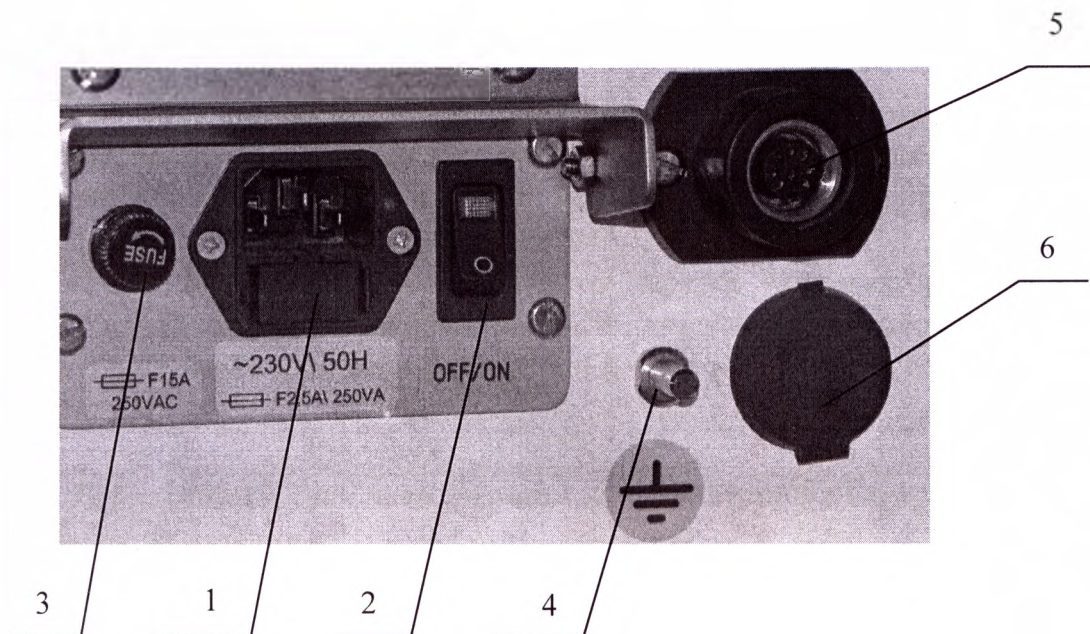

Рисунок 2. Панель питания.
- 9.4 Перед использованием стола по назначению подсоедините стол к контуру наружного заземления с помощью заземляющего зажима 4 (Рисунок 2), расположенного на станине основания стола.
- 9.8 На панели питания включите выключатель 2 (Рисунок 2). Стол готов к работе.
9.11 При разряженных батареях вставьте один конец съёмного шнура питания в разъём 1 (Рисунок 2), а второй - в сеть питания $\sim(230\pm23)V$, $(50\pm0,1)$ Гц.
9.12 После окончания работы отключите стол от автономной сети питания, выключив на панели питания выключатель 2 (Рисунок 2)